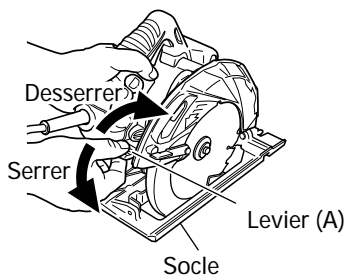
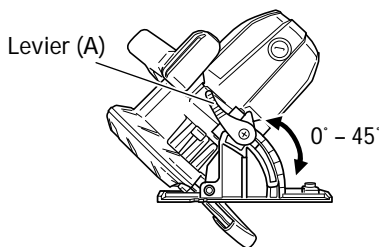

Fig. 3
Fig. 4
7. Vérifier si les leviers (A) sont bien serrés.
Si le levier (A) de réglage de la profondeur de coupe (Fig. 3) et le levier (A) de réglage de l'angle de biseau (Fig. 4) sont desserrés, cela risque d'entraîner des blessures. Bien s'assurer qu'ils sont serrés à fond.
1. Réglage de la profondeur de coupe (Fig. 3)
Il est possible d'incliner la lame de 0° à un angle maximum de 55° par rapport au socle. Comme indiqué sur la Fig. 4, en desserrant le levier (A) de l'échelle d'angle de biseau, il est possible d'incliner la lame de scie à un angle de 45° par rapport au socle.